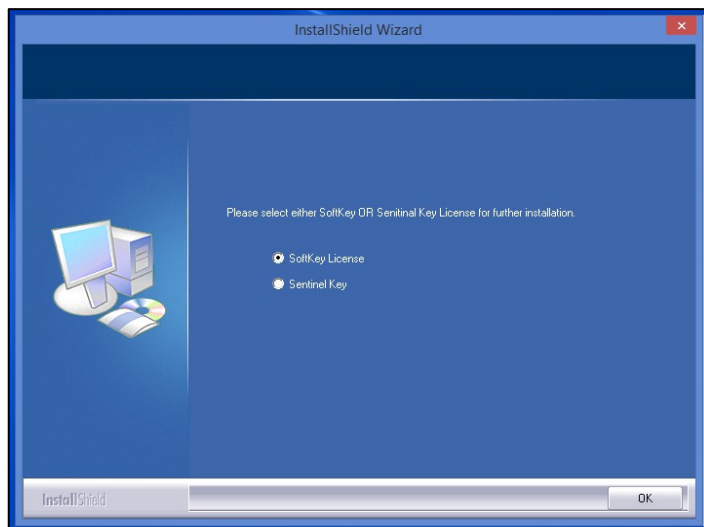

図 5. ソフトウェアキー ライセンス
- HunterLab USB ハードウェアキーをお持ちの場合は、同じコンピュータ上の新しいセンサーで 사용할 ことができます。「ソフトウェアのインストール」のステップ5（図5）に戻り、「Sentinel Key」を選択して続行してください。